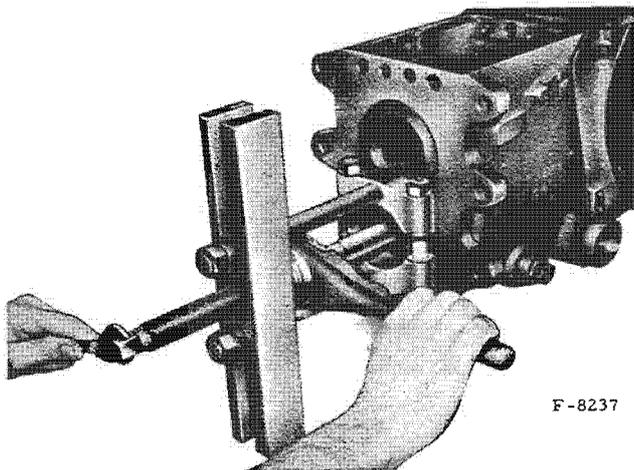

Fig. 40. - Démontage du roulement de l'arbre intermédiaire.
- Arrachez le roulement à l'aide du dispositif ci-dessous (fig. 40) en plaçant les lames de l'outil OTC 952 derrière le circlip du roulement.